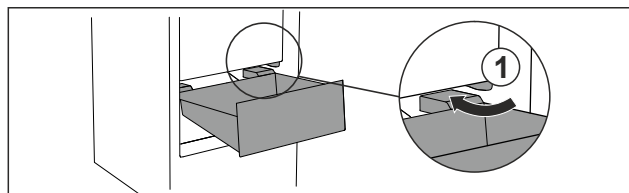

Fig. 78
- ▶ Ghidați sertarul oblic în jurul opritorului Fig. 78 (1).